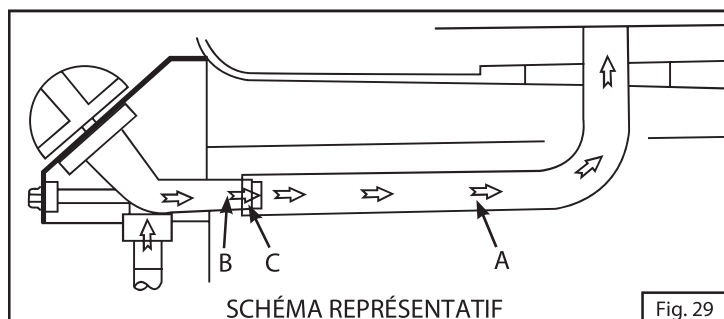

Fig. 29
2. Réglez la flamme avec le boutons de commande. (Fig. 29)